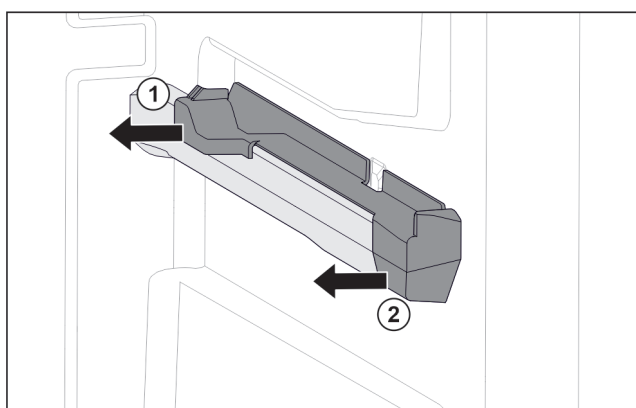

Fig. 140 Element nasadzany na prawym żebrze pojemnika
- ▶ Odciągnąć element nasadzany z tyłu w bok. Fig. 140 (1)
- ▶ Odciągnąć element nasadzany z przodu w bok. Fig. 140 (2)